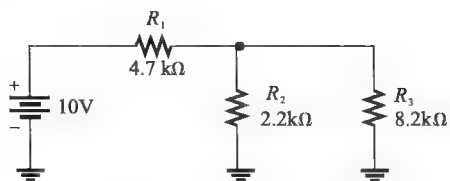

图 2-68 习题 34 图
34. 万用表有下列量程: 1mA、10mA、100mA; 100mV、1V、10V; $R \times 1$ 、 $R \times 10$ 、 $R \times 100$, 简要说明在图 2-68 所示的电路中测量如下物理量应如何连接万用表。